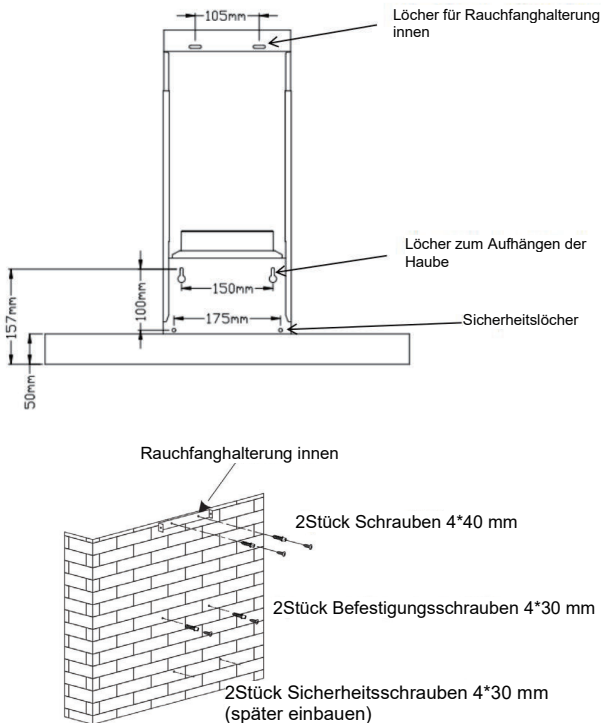

Abb. 2
3. Nachdem Sie die Installationshöhe der Haube festgelegt haben, bohren Sie 6 Löcher mit $\varnothing 8$ mm an den entsprechenden Stellen in die Wand und schrauben die Dübel in die Löcher. Montieren Sie 2 Stück Schrauben (4*30mm) zum Aufhängen des Geräts. Und verwenden Sie 2 Stück. Schrauben (4*40mm), um die Rauchfanghalterung an der Wand zu befestigen. Die fixierte Position der Rauchfanghalterung im Inneren ist die höchste Position des Rauchfangs. Siehe Abb. 2.